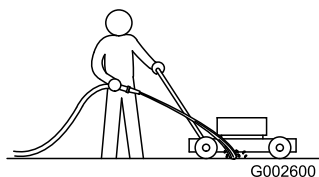

Bild 20
5. Lassen Sie den Motor bei eingekuppeltem Messer laufen und sprühen Sie einen Wasserstrahl vor das rechte Hinterrad (Bild 20).